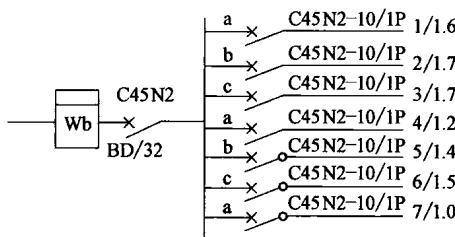

图 1-6 照明系统图
4) 配电回路参数。照明系统图中各条配电回路上，应标出该条回路上的总容量，其中包括电风扇、插座和其他设备等的容量。配电回路用单线表示，如图 1-6 所示。